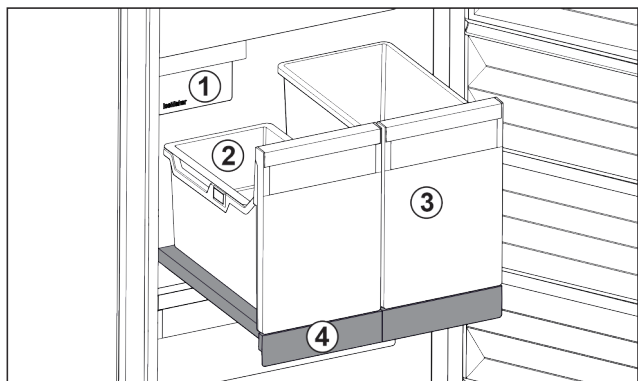

Fig. 117 Kihúzható rács IceTower egységgel
- (1) IceMaker
- (2) Beaszkészíthető tálca a jégkockáknak
- (3) Tároló pl. pizza vagy alkoholos italok számára
- (4) Kihúzható rács
A kihúzható rácson két magas tároló van kialakítva (IceTower). A tárolóban Fig. 117 (2) gyűlnek össze és tárolhatók az IceMaker által készített jégkockák. A tároló Fig. 117 (3) magas élelmiszerek tárolására alkalmas, például pizza vagy az alkoholos ital tehető bele.